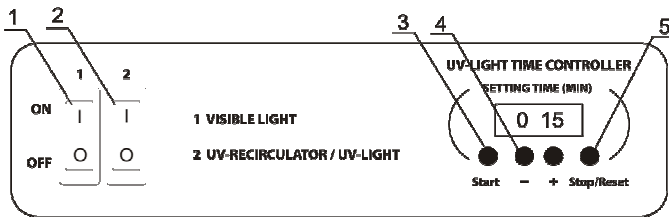

Abb. 1 Steuerung
4.2.1. Schalten Sie Schalter 2 auf ON (EIN) (Abb. 1/2). Damit schaltet sich automatisch der UV-Rezirkulator mit der verborgenen UV-Lampe ein und wird die Zeitschaltuhr der offenen UV-Lampe aktiviert. Der UV-Rezirkulator läuft ununterbrochen, solange Schalter 2 auf ON (EIN) steht.
4.2.2. Benutzen Sie die Timertasten + und - (Abb. 1/4), um die direkte UV-Lichtexposition des Arbeitsplatzes (UV-LIGHT TIME CONTROLLER/UV-LICHTZEITSTEUERUNG) einzustellen.
4.2.3. Durch Drücken der **Start**-Taste (Abb. 1/3) wird die UV-Lampe automatisch eingeschaltet, und der Timer beginnt die Expositionszeit herunter zu zählen. Die Timeranzeige zeigt die tatsächliche Zeit an: bis 1 Stunde in Minuten und Sekunden (mm:ss), nach 1 Stunde in Stunden und Minuten (hh:mm).
4.2.4. Die offene UV-Lampe kann durch Drücken der Taste **Stop/Reset** (Stopp/Zurücksetzen) ausgeschaltet werden (Abb. 1/5). Die eingestellte Expositionszeit wird im Speicher festgehalten. Nach vollständigem Ausschalten des Geräts wird die eingestellte Zeit aus dem Speicher gelöscht.
4.3.1. Das Einschalten des ON-(EIN)-Schalters 1 (Abb. 1/1) zum Beleuchten des Arbeitsplatzes schaltet die Leuchtstofflampe (sichtbares Licht) ein.